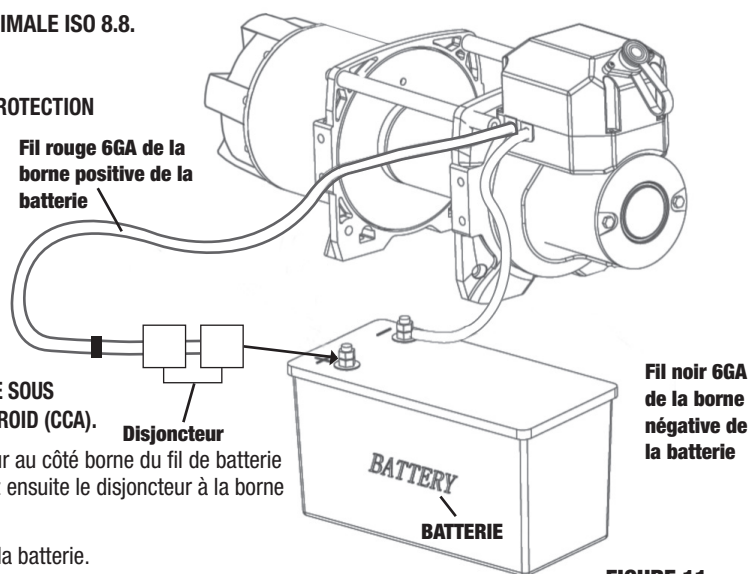

FIGURE 11
Étape 1 Suivez le schéma des circuits électriques (FIGURE 11). Boulonnez le disjoncteur au côté borne du fil de batterie rouge 6 GA qui est raccordé en usine au solénoïde en boîtier scellé. Raccordez ensuite le disjoncteur à la borne positive de la batterie.